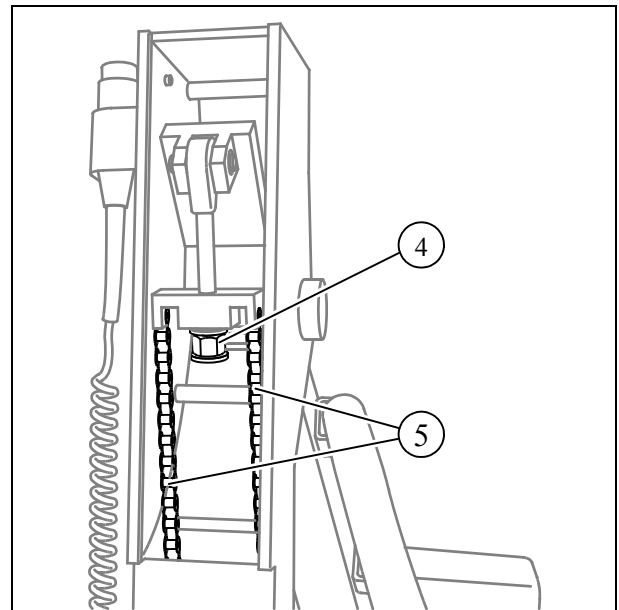

Fig. 8
- Mit 17-mm Gabelschlüssel Mutter (4/Fig.8) nachziehen.
- Zustand der Ketten (5/Fig.8) für den Federgewichtsausgleich sorgfältig kontrollieren. Bei einem Kettendefekt ist die Stativsäule auszutauschen.
- Ketten (5/Fig.8) mit Fett Optimol Longtime PD2 schmieren.